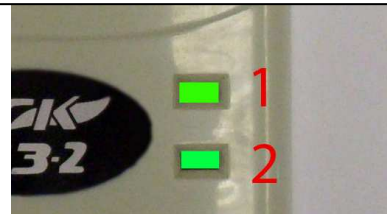

Рисунок 13. Индикаторы сигнализатора СЗ-2.
5.2. При подаче напряжения питания (подключения сигнализатора загазованности к бытовой сети) индикаторы 1 и 2 загораются зеленым светом на 1 секунду (рисунок 13). При этом раздается звуковой сигнал.